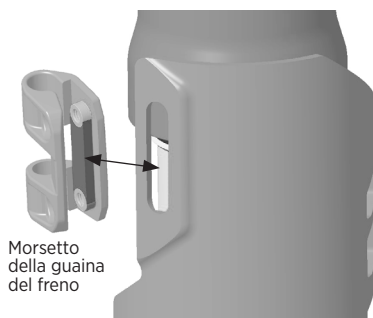

Figura 4: Installazione del morsetto sul parastelo inferiore
1. Installare il morsetto della guaina del freno sull'apertura con scanalatura del parastelo inferiore della forcella (Figura 4). Verificare che la sporgenza sul morsetto sia completamente inserita nella fessura della protezione.